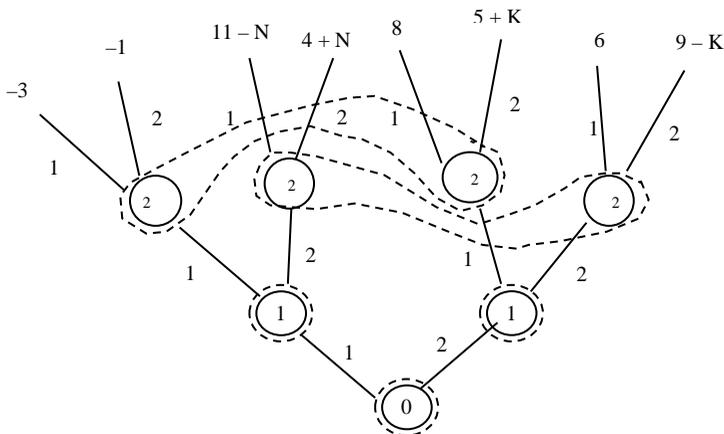

Рис. 1.5. Дерево игры
1. Позиционная игра изображена на рис. 1.5.